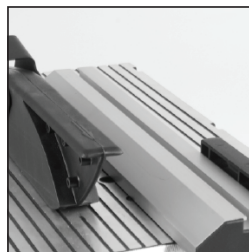

FIG. 22
- Serrez les deux vis à tête creuse avec le guide à la position requise. **(Fig. 22)**